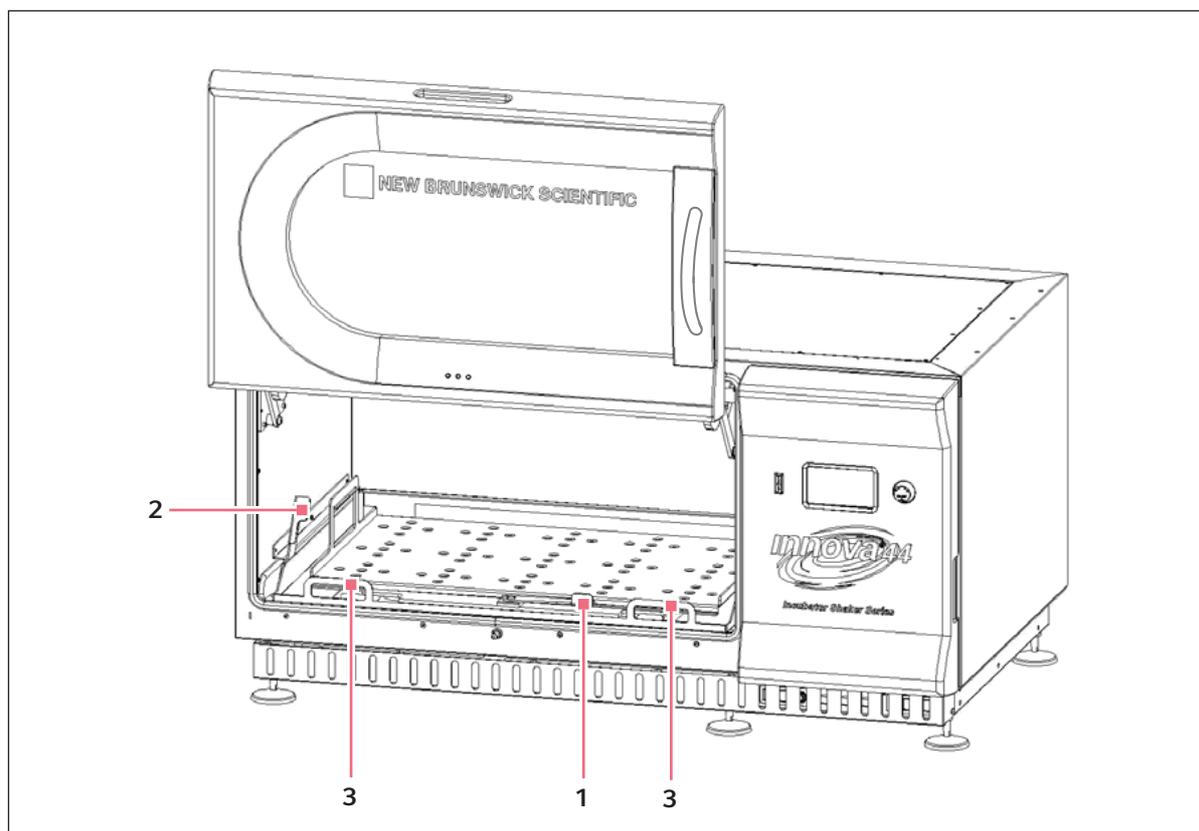

Fig. 8-2: Installation de la plateforme coulissante
1. En vous reportant à la figure ci-dessous (voir Fig. 8-2 à la page 42), positionner la plateforme sur la sous-plateforme, en vous assurant que les deux fentes situées à l'arrière de la plateforme sont insérées en dessous des blocs de la sous-plateforme à l'arrière, et que les poignées du plateau coulissant se trouvent sur le bord avant et qu'elles sont tournées vers le haut.